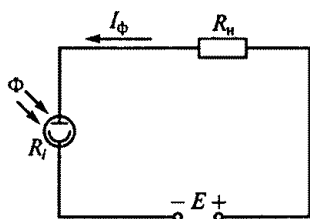

Рис. 187
7.35. Каково соотношение между сопротивлением нагрузки R_n и внутренним сопротивлением R_i фотоэлемента с внешним фотоэффектом на рис. 187 при больших значениях светового потока Φ ?